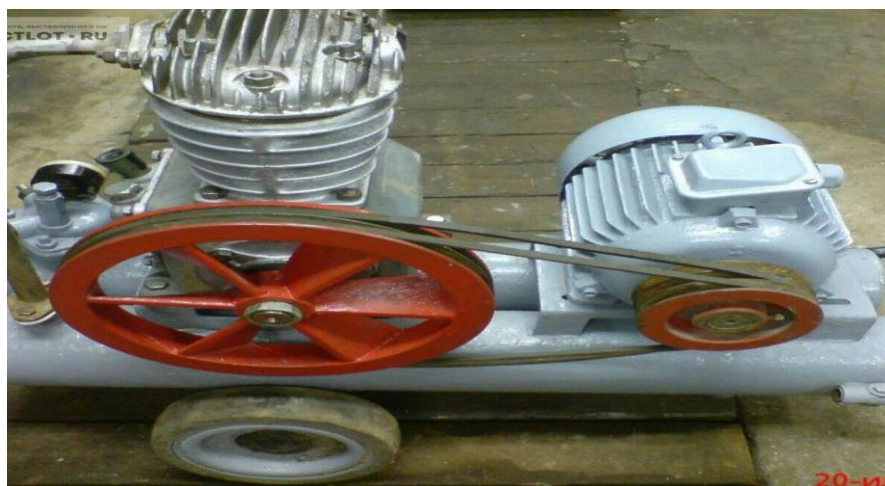

Рис. 3. Компрессор 2ФВ-6,5
Компрессор (рис. 3) предназначен для отсасывания паров хладагента из испарительных батарей, сжатие их и подачу в конденсатор (2).